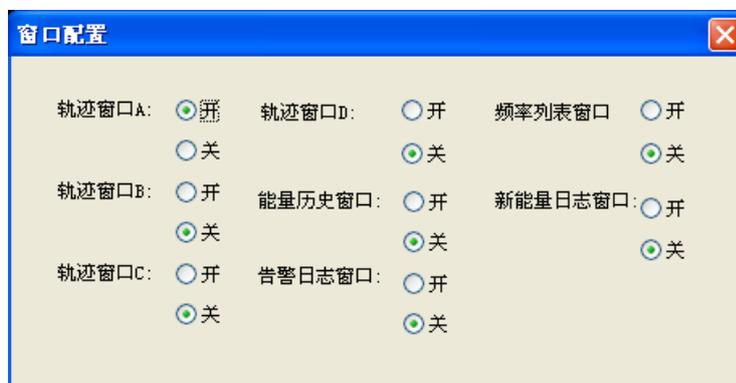

图 3-84 扫描检测下显示设置对话框
a) 窗口配置：在扫描检测模式下，窗口配置来设置显示窗口，如图 3-84 所示。